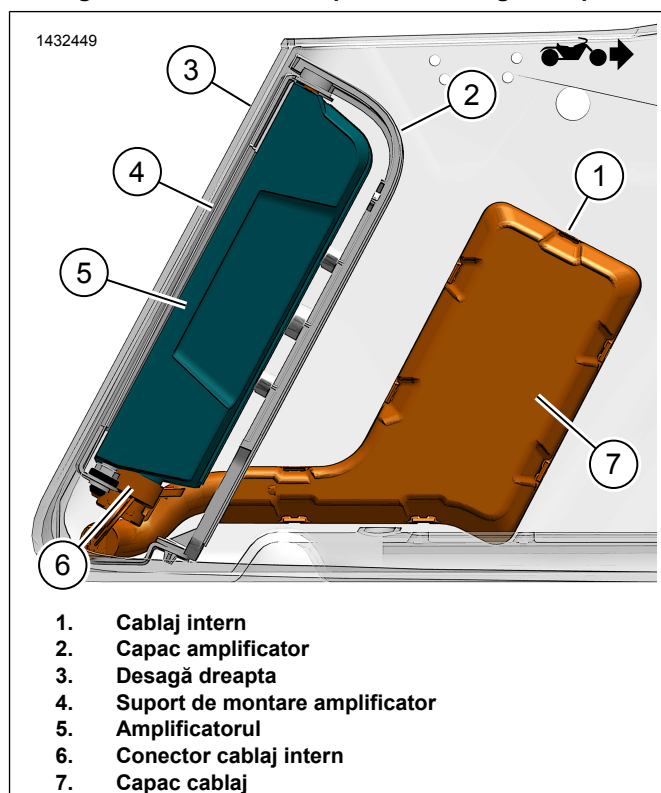
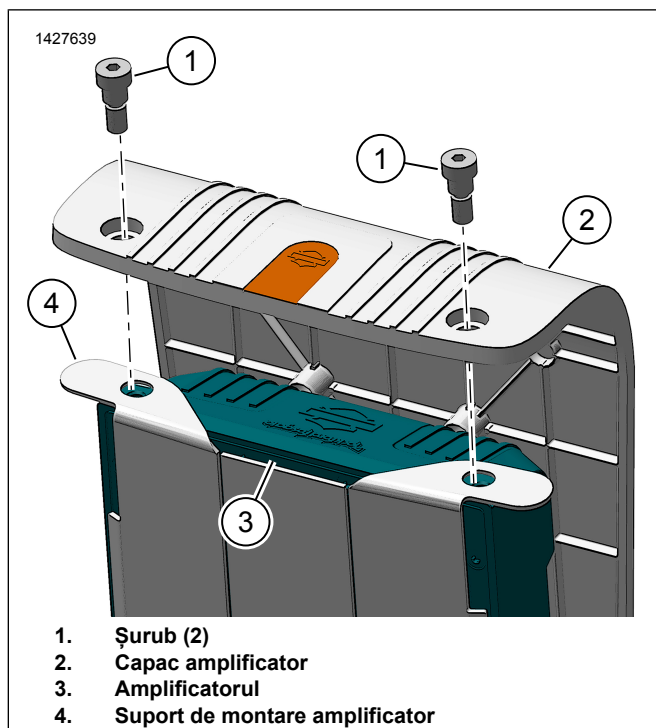

Figura 15. Cablaj desagă cu amplificator
Figura 16. Capac amplificator
7. A se vedea figura 15. Montați amplificatorul (5) în suportul de montare amplificator (4).
8. Montați capacul amplificatorului (2).
9. A se vedea figura 16. Montați șuruburile (1). Strângeți. Cuplu: 13,5 N·m (119 in-lbs) *Șurub capac amplificator*